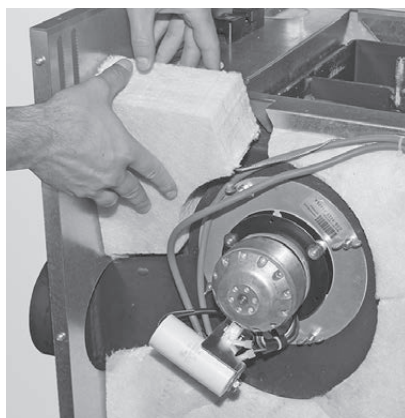

Fig. 28 Applicare l'isolamento (incluso, posto di lato sotto il ventilatore gas combusti)
- ▶ Infilare l'isolamento (incluso, posto di lato sotto il ventilatore gas combusti) in alto in corrispondenza del bocchettone dei gas combusti – Fig. 28.